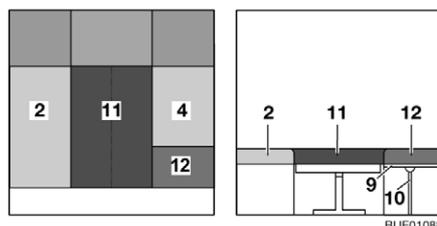

Fig. 109 Después de la transformación
- Colocar el cojín adicional (Fig. 109,11) entre los cojines del asiento (Fig. 109,2 y 4).
- Colocar el cojín adicional (Fig. 109,12) sobre la prolongación del armazón de cama (Fig. 109,9).